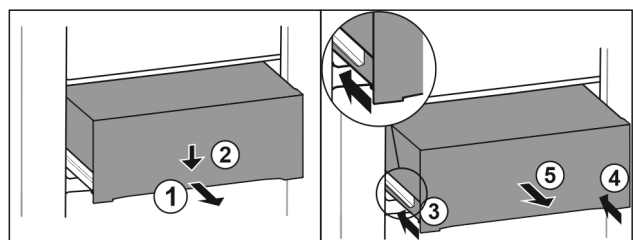

Fig. 94
- ▶ 将抽屉拉出一半。 Fig. 94 (1)
- ▶ 朝下按压正面的抽屉。 Fig. 94 (2)
- ▶ 将左侧轨道推入大约 2 cm。 Fig. 94 (3)
- ▶ 将右侧轨道推入大约 2 cm。 Fig. 94 (4)
- ▶ 朝前取出抽屉。 Fig. 94 (5)